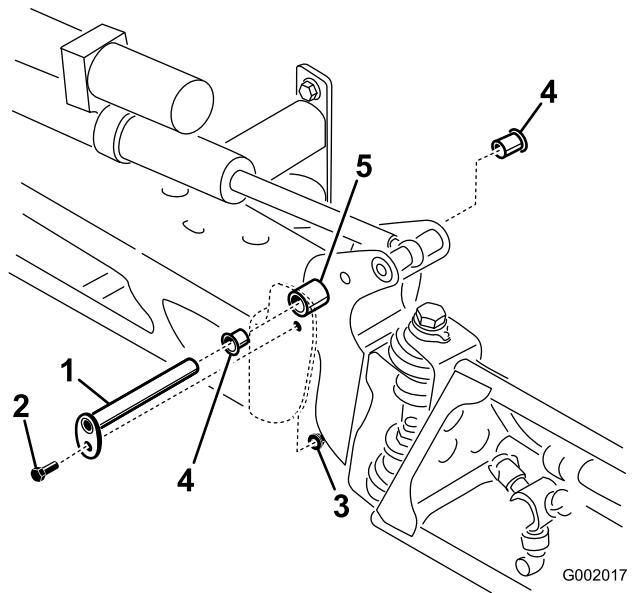

Figura 73
- Com o peso da rampa suportado, retire o parafuso e a porca que seguram o pino de articulação à rampa (Figura 73). Retire o pino de articulação.
- Retire e inspeccione as buchas de nylon dos lados dianteiro e traseiro do suporte de articulação (Figura 73). Substitua todas as buchas danificadas.
- Monte a rampa e o apoio da articulação no chassis alinhando as aberturas (Figura 73).